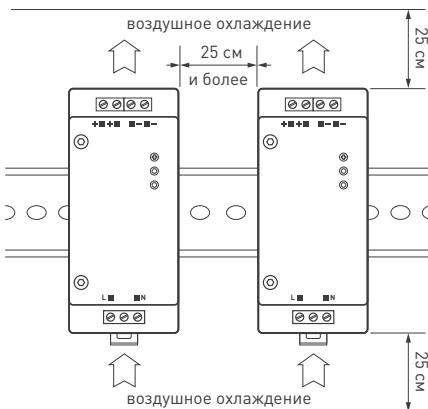

Рис. 2. Рекомендуемое размещение источника питания и обеспечение циркуляции воздуха
- Для соблюдения температурного режима работы обеспечьте не менее 20 см свободного пространства вокруг источника питания (см. рис. 2). При необходимости используйте принудительную вентиляцию.